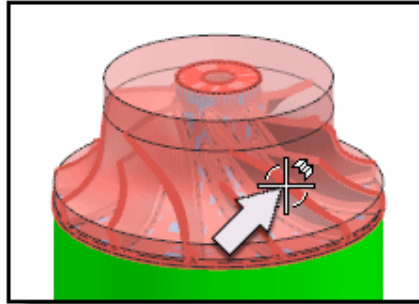

Рисунок 3.4 – Задание геометрии детали
- Выберите тело детали (рисунок 3.4).